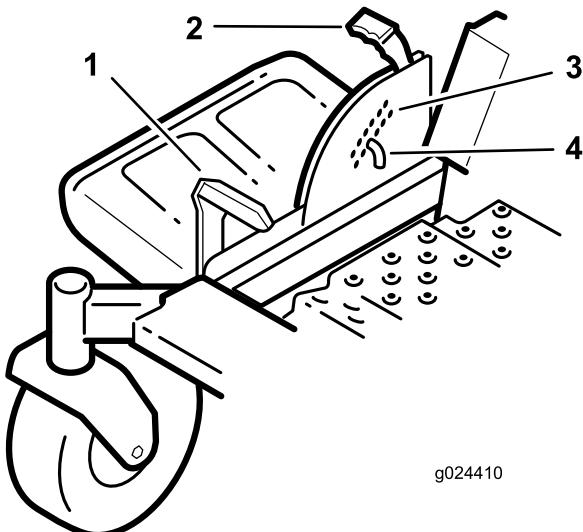

Figura 22
1. Pise el pedal de elevación de la carcasa y eleve la carcasa a la posición de bloqueo de transporte (que es también la posición de altura de corte de 114 mm (4-1/2 pulgadas) (Figura 22).
2. Para ajustar la altura de corte, retire el pasador del soporte de altura de corte (Figura 22).
3. Seleccione el taladro del sistema de altura de corte que corresponde a la altura de corte deseada, e inserte el pasador (Figura 22).